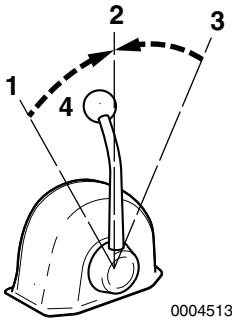

Figura 2
Utilizzare la leva dell'acceleratore (Figura 2, (4)) per controllare l'accelerazione e la decelerazione. Muovere la leva lentamente.
2. Quando si sposta la leva da FORWARD (Figura 2, (1 o 3)) a REVERSE (Figura 2, (3 o 1)) e viceversa, portare la leva alla posizione NEUTRAL (Figura 2, (2)), quindi attendere pochi secondi prima di spostarla alla posizione desiderata. Non cambiare MAI di colpo da FORWARD (avanti) a REVERSE (indietro) e viceversa.